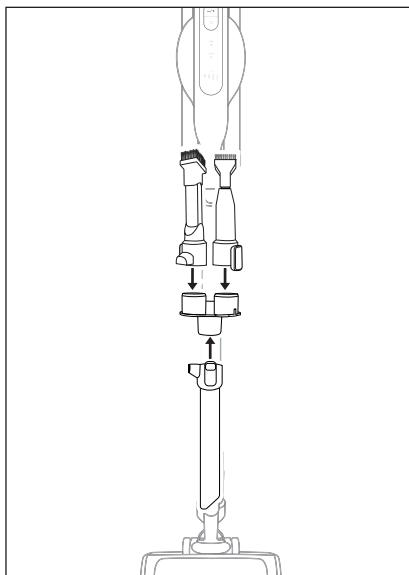

Fig. 17
- ◆ Retirez les accessoires de l'appareil et placez-les sur le support pour accessoires ⑯ pour les ranger (voir fig. 17).